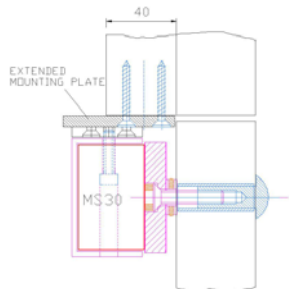

Fig 2. Utåtgående dörr med smal dörr karm
- Steg 2 Fig2. Lossa monteringsplattan och anpassa till special konsolen enligt fig 2.